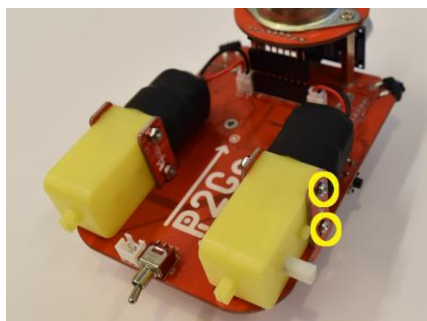

図 11 : 25mm ネジとナット
3.2.2.とは反対面にモータをモータマウンタ (T 字), 25mm ネジ, ナットを使って固定する. モータマウンタのうち, 内側は基板の裏側から通す. モータは軸が外側に向く方向に取り付ける (図 11).